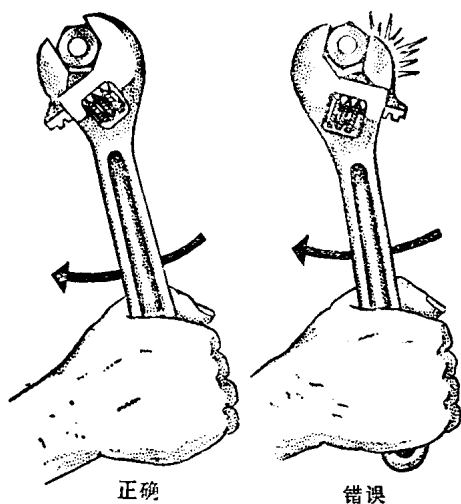

图12 活动扳手的运用
3.使用活动扳手时，要将活动扳口调整合适，使其套在螺母上不会松动，如松动就会滑出，损坏扳手和螺母，甚至伤人。工作时必须注意拉动方向，应使拉力吃在固定扳口上（如图12），否则扳手易折断或滑出。